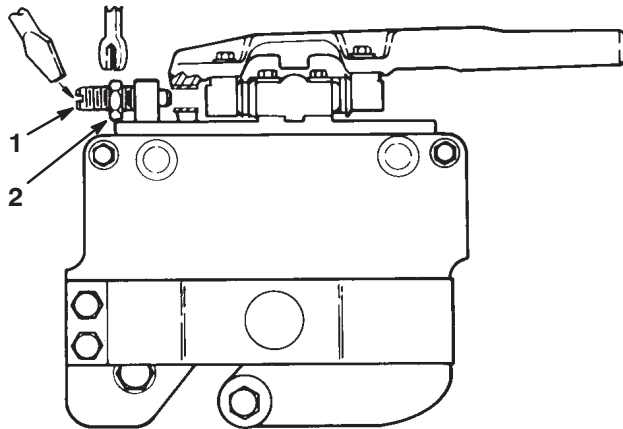
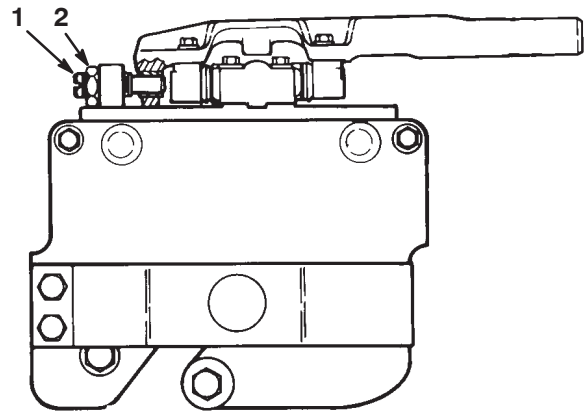

Figure 14
Figure 15
1. Mettez le moteur en marche et abaissez les plateaux de coupe sur une surface plane comme une planche de 3/4 pouce ou 1 pouce (au moins 20 pouces x 30 pouces). Coupez le moteur et enlevez la clé du commutateur d'allumage. Bloquez les plateaux de coupe dans la position fixe en desserrant l'écrou de blocage sur la goupille de verrouillage (Fig. 14) et en vissant la goupille dans le trou du bras de pivot (Fig. 15). Serrez l'écrou pour bloquer le réglage. Elevez les rouleaux avant pour les décoller de la surface plane.
5. Desserrez la goupille de verrouillage pour que le plateau de coupe puisse flotter librement (Fig. 14).
1. Verrouillez chaque plateau de coupe en position fixe (voir Orientation du plateau de coupe, Fig. 15). Procédez au réglage du contact cylindre/contre-lame et de la hauteur de coupe.